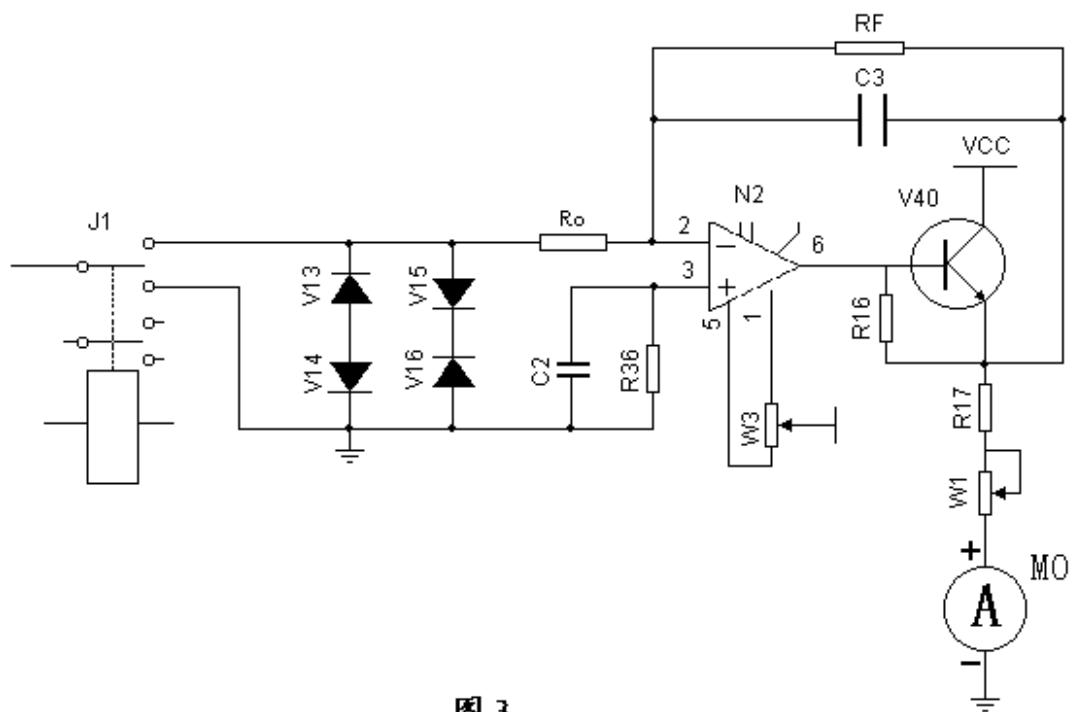

图3
1、测量放大器：见图3，由N₂、V₄₀、R₀、R_f组成100倍反相比例放大器。由于有较深的负反馈，漏电流表的读数有良好的线性和很小的零飘，所以仪器面板不设置调零。用户可在定期计量或检修时进行检查，必要时调整仪器内的电位器W₃、W₁予以满足。